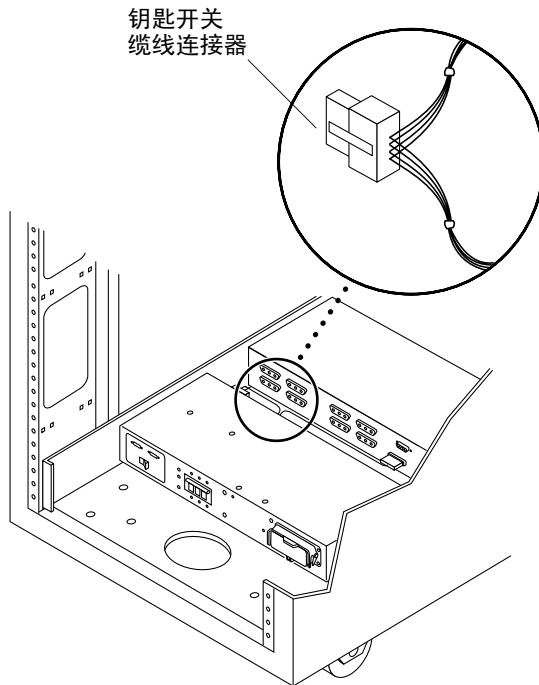

图 6-7 钥匙开关缆线连接器
(图 6-7)。
4. 将钥匙开关缆线连接器连接到电源序列发生器背部附近的适配器缆线连接器上（图 6-7）。